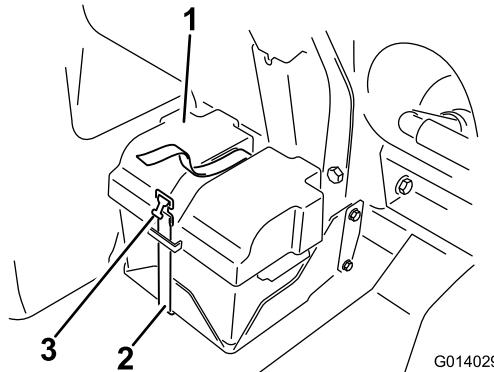

図 82
2. バッテリーについているカバーを外し、バッテリーのマイナス黒端子からケーブルを外す 図 82。
4. バッテリーカバーを取り付け、先ほど取り外したストラップで固定する図 82。